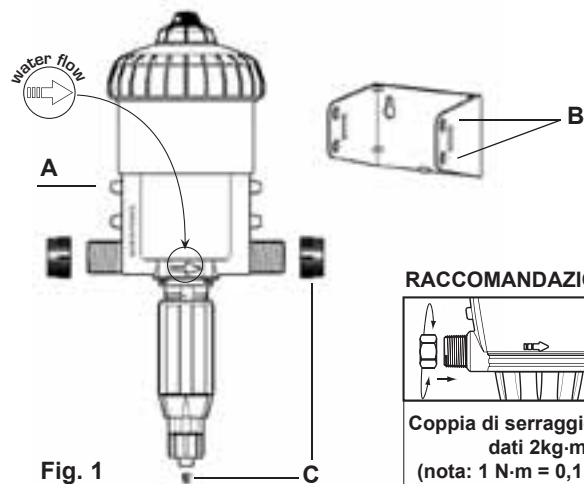

Fig. 1
- un tubo di aspirazione con succhiervuola. Il supporto serve al fissaggio murale del DOSATRON. Inserire il DOSATRON nel supporto spostando leggermente i bracci del supporto per incastrare i 4 naselli del corpo principale (**Fig. 1-A**) negli orifici corrispondenti del supporto (**Fig. 1-B**).
Rimuovere i tappi di protezione (**Fig. 1/2-C**) che ostruiscono gli orifici del suo DOSATRON prima di collegarlo alla rete d'acqua.